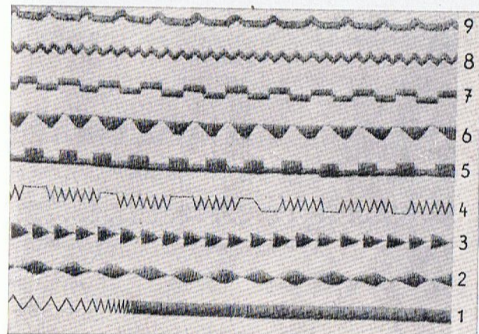

Abbildung 32
1. Einfache Ziernähte (Abb. 32)